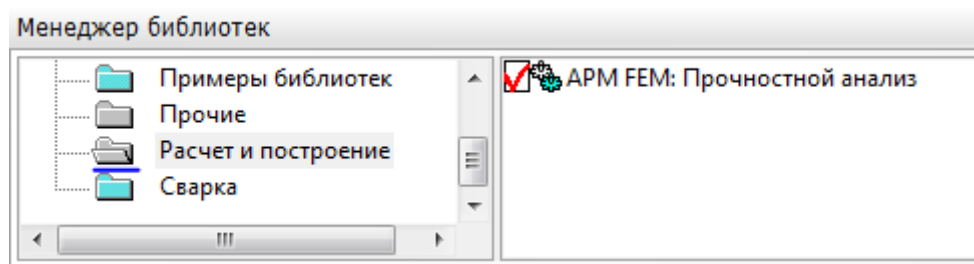

Рисунок 3.8 – Окно менеджера библиотек
1. В менеджере библиотек подключить библиотеку АРМ FEM: Прочностной анализ (рисунок 3.8).